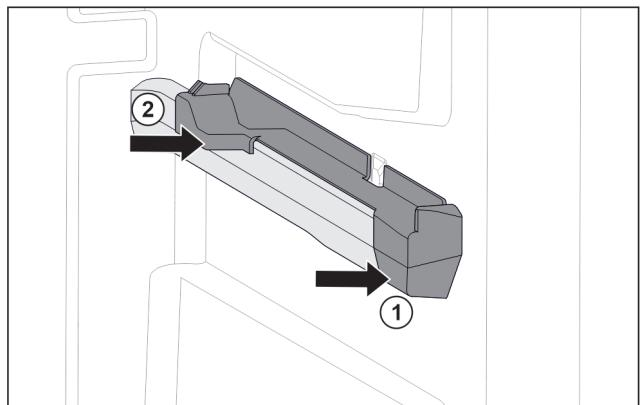

Fig. 72 Вставная часть на правом контейнерном ребре
- Наденьте вставную часть спереди на контейнерное ребро. Fig. 72 (1)
- Нажмите на вставную часть сзади. Fig. 72 (2)